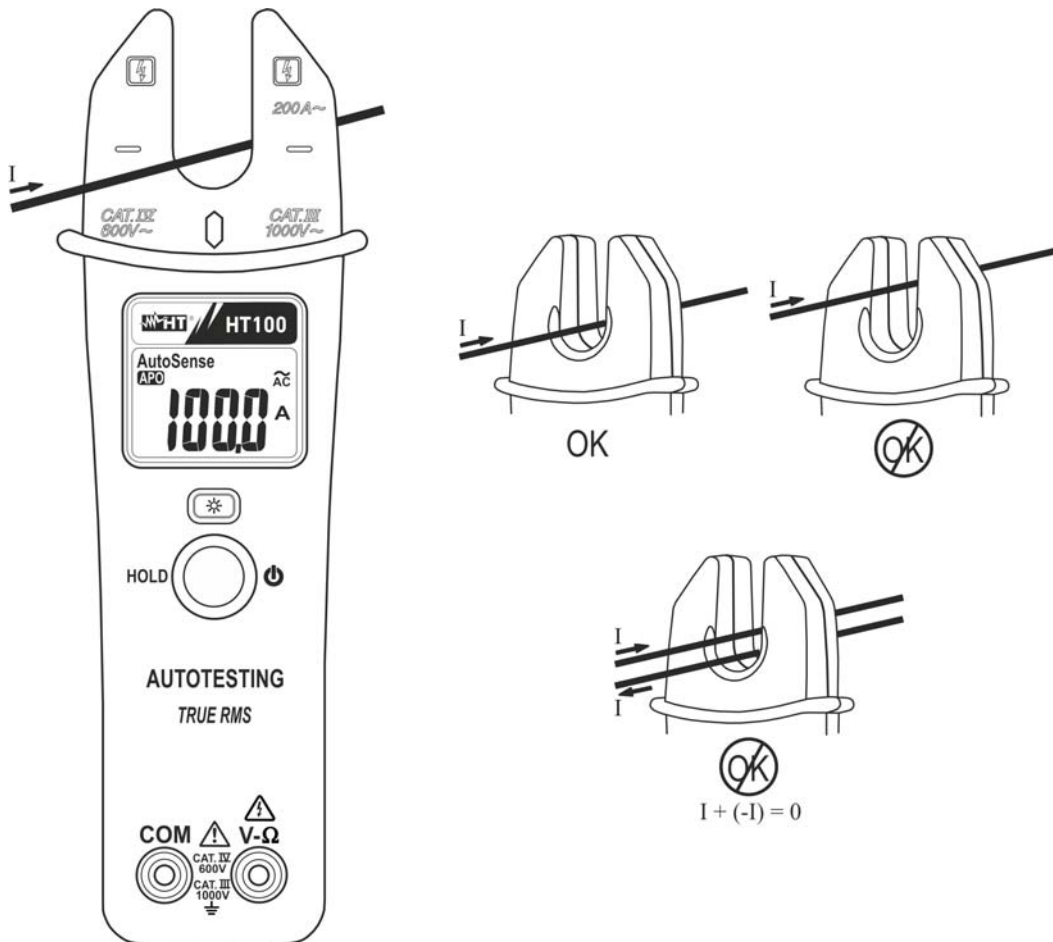

Fig. 7: Uso della pinza per misura di corrente AC
1. Inserire il cavo all'interno del toroide "aperto" (vedere Fig. 7) considerando le tacche di allineamento (vedere § 4.1.2). Il valore della corrente è visualizzato sul display.